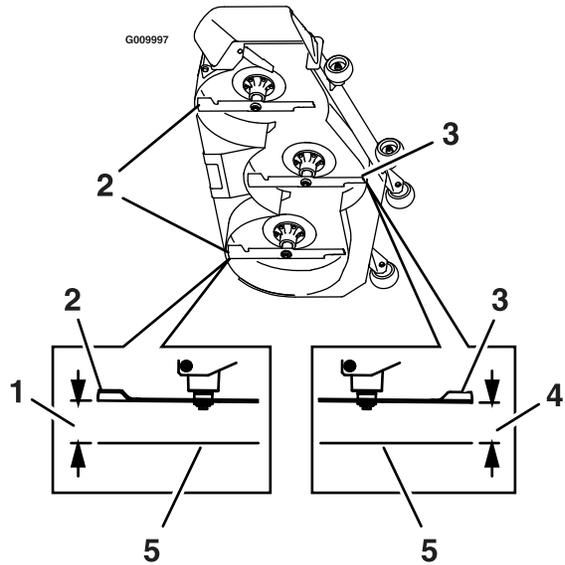

Figure 81
- Mesurez et notez la distance entre la surface plane et la pointe avant de la lame centrale (Figure 81).